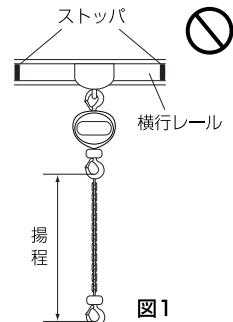

図1
- (4) トロリと組み合わせて使用される場合は、トロリの取扱説明書を熟読し正しくご使用ください。
- (5) トロリを取り付けられるレールの両端末にはストップパを取り付けてください。図1
- (6) つった荷を揺らしてはいけません。
- (7) 定格荷重を超える荷は、絶対につらないでください。
- (8) 損傷を受けたり、異音がするチェーンブロックを使用しないでください。
- (9) ロードチェーン、手鎖に次の異常があるときは絶対に使用しないでください。
- (10) ロードチェーンの切断・継ぎ足し、溶接は絶対に行わないでください。
- (11) チェーンブロックの改造は絶対にしないでください。